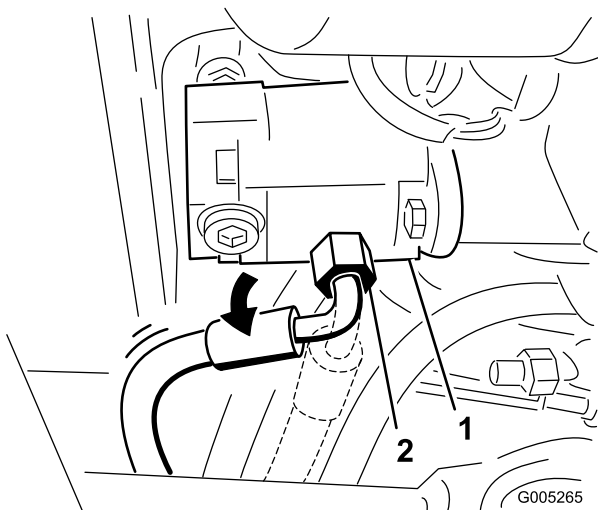

Figura 84
37. Desaperte o encaixe da mangueira de pressão na bomba e rode o encaixe 45 graus para a parte de trás da máquina (Figura 84).
Nota: A Figura 84 ilustra a perspetiva de debaixo da unidade de tração.